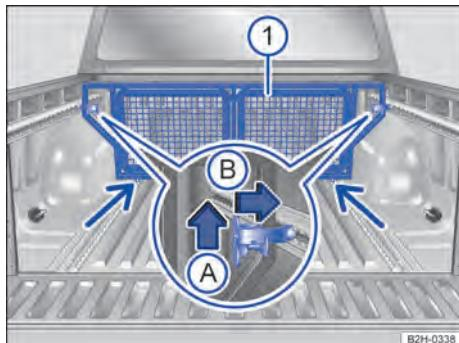

Fig. 129 No compartimento de carga: instalar o divisor do compartimento de carga.
- Levar cuidadosamente o divisor do compartimento de carga → Fig. 129 ① até a posição de instalação desejada → ①.
- Inserir o divisor do compartimento de carga nos trilhos de amarração inferiores → Fig. 129 (setas finas).
- Puxar a alavanca de travamento para cima → Fig. 129 (seta A) e pressionar até o batente para fora (seta B).